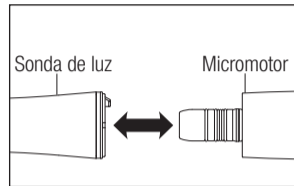

Fig. 1
- 1) Introduza a sonda de luz diretamente no micromotor (Fig. 1). Aperte a sonda de luz até prender com um clique.